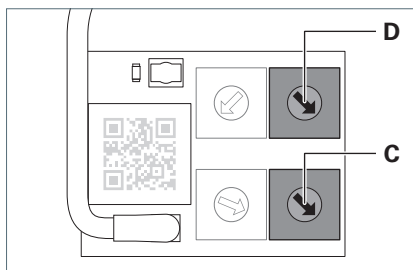

Fig. 7: Zwei Drehcodierschalter für die Gruppenzuordnung.
- Um die Leuchte genau einer Gruppe zuzuordnen, stellen Sie die beiden Drehcodierschalter **C** und **D** auf die gleiche Gruppenadresse, siehe Fig. 7.